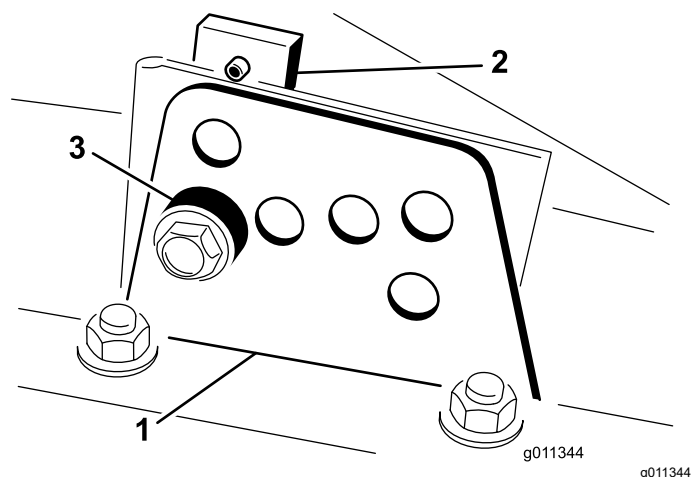

Рисунок 21
регулировки высоты скашивания (с передней и боковых сторон), как показано на Рисунок 21.
- Удерживая камеру, снимите проставку (Рисунок 21).